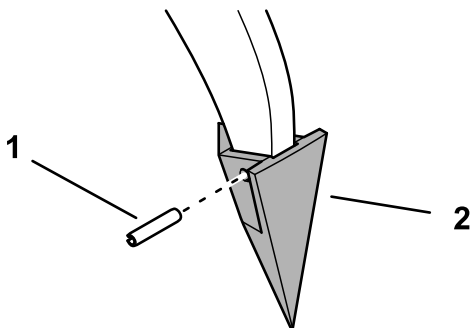

Figura 9
1. Retire el pasador cilíndrico que fija la punta al extremo del diente escarificador y retire la punta (Figura 9).
2. Instale una punta nueva en el extremo del diente y fijela con un pasador cilíndrico (Figura 9).